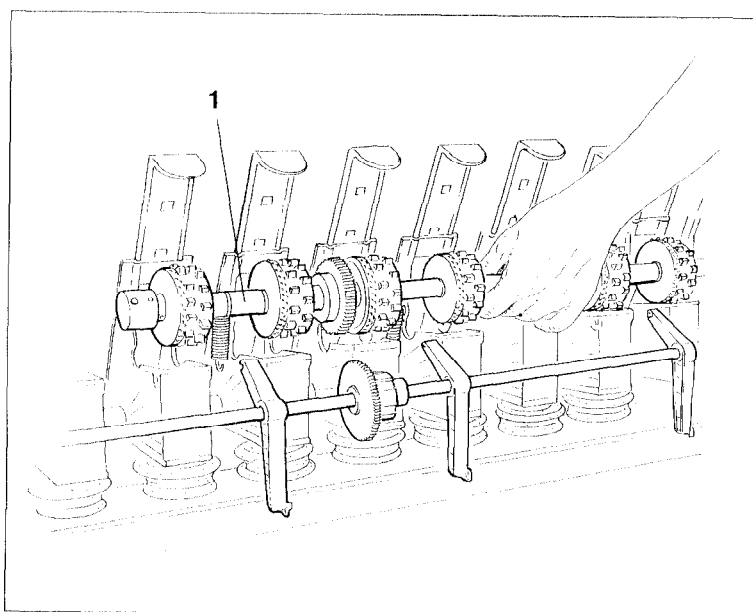

Fig. 7.24
- Säwelle (Fig. 7.24/1) mit Särädern aus den Sägehäusen herausnehmen.
- die mit neuen Särädern bestückte Säwelle (Fig. 7.24/1) in die Sägehäuse einsetzen.